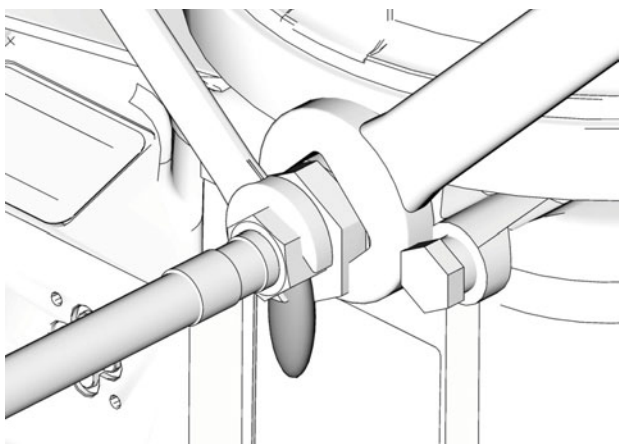

ABB. 3
4. Ziehen Sie das Pumpenelement mit der Hand an und ziehen Sie es dann mit 5,6 N•m (50 in. lb) fest (ABB. 3).